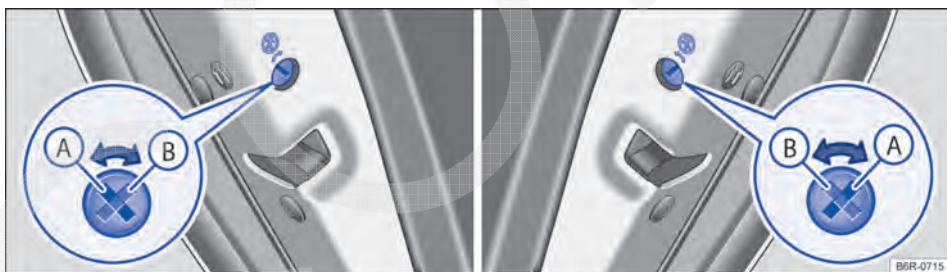

Fig. 56 Nas portas traseiras: trava de segurança para crianças (A) desacionada, (B) acionada.
- Introduzir a haste da chave na ranhura da trava de segurança para crianças para acionar ou desacionar → Fig. 56.
Posição da ranhura → Fig. 56: